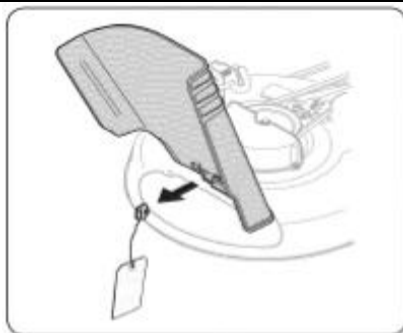

Рис.2
- Найдите место установки транспортировочной скобы (если имеется) и сопровождающий предупреждающей таблички, расположенной на правой стороне газнокосилки между дефлектором разгрузочного желоба и щитком газнокосилки (см. Рис.2).